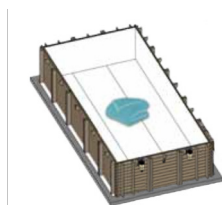
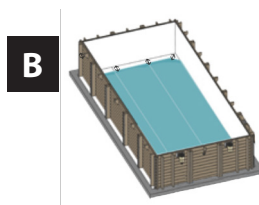

Fig. 14
Fig. 15
- Placez le liner au centre du bassin (voir figure 14) puis déployez-le à partir de ce point (voir figure 15). Répartissez de façon homogène le jeu entre le liner et la structure sur toute la surface.